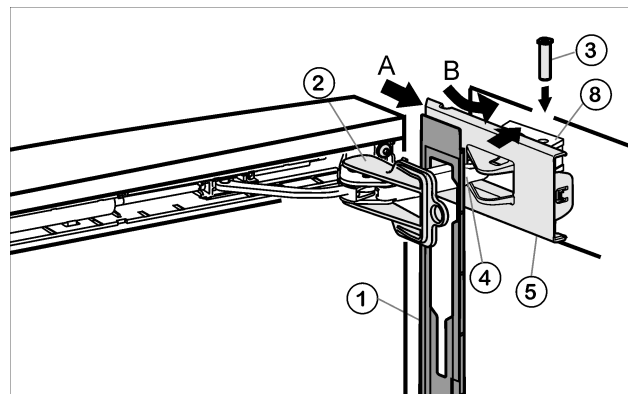

Fig. 26
- ▶ Accrocher le panneau Fig. 26 (1) sur l'étrier de l'amortisseur Fig. 26 (4), de telle sorte à ce que le crochet d'arrêt pointe vers l'intérieur et la face avant de l'appareil.
- ▶ Pousser le cache Fig. 26 (5) depuis l'extérieur (A) et le faire pivoter au-dessus de l'élément pivotant Fig. 26 (8) (B).
- ▶ Poser le cache Fig. 26 (5) et l'encliqueter jusqu'au premier enclenchement.
- ▶ Tirer l'étrier de l'amortisseur Fig. 26 (4) vers l'élément pivotant et enfoncer à nouveau le pivot Fig. 26 (3) à partir du haut, de telle sorte à ce que le carré repose dans l'évidement.
- ▶ Bloquer maintenant le cache Fig. 26 (5) complètement sur l'élément pivotant Fig. 26 (8).
- ▶ Retirer le dispositif d'arrêt Fig. 26 (2) en le tournant.
- ▶ Faire encliqueter le panneau Fig. 26 (1) à la porte.